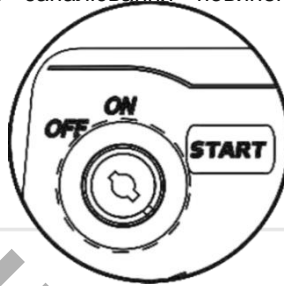

Рисунок 8
3. Вставте ключ запалювання, поверніть його в положення «START» (рис. 8) та тримайте до запуску двигуна. Після запуску відпустіть ключ. Не слід тримати ключ в положенні «START» більше ніж 5 сек. Якщо двигун не запустився, зверніться до розділу «Можливі несправності та шляхи їх усунення». При запуску ручним стартером ключ запалювання повинен знаходитися у положенні «Увімкнення».